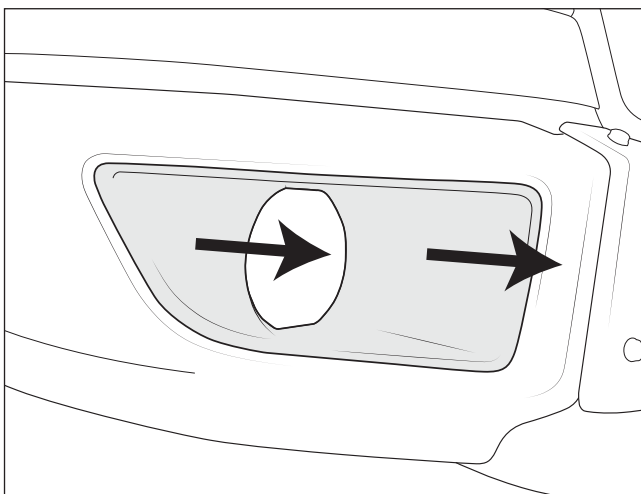

Figure 2
2. Remove fog lamp bezel (fig. 2).